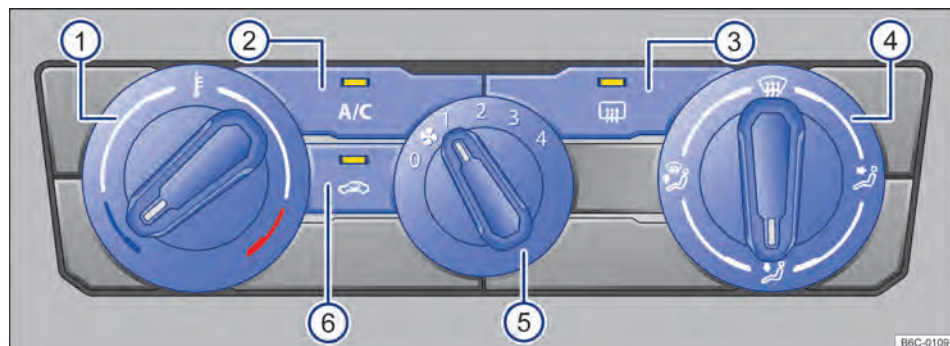

Fig. 82 Mandos del aire acondicionado.
- **Aire acondicionado:** girar el regulador del ventilador al nivel 0 → fig. 82 (5).
- **Aire acondicionado:** presionar la tecla **A/C** → fig. 82 (2) para conectar y desconectar el funcionamiento de la refrigeración.
- *Aire acondicionado*: girar el regulador rotativo izquierdo → fig. 82 ①.
- *Aire acondicionado*: girar el regulador del ventilador → fig. 82 ⑤.
- *Aire acondicionado*: presionar la tecla  → fig. 82 ⑥.
- *Aire acondicionado*: girar el regulador de la derecha → fig. 82 ④ a la posición deseada.
- *Aire acondicionado*: girar el regulador derecho a la ubicación  → fig. 82 ④.
- *Aire acondicionado*: presionar la tecla  → fig. 82 ③.